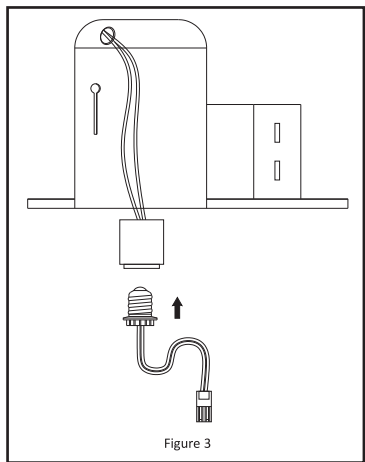

Figure 3
- Débranchez la fiche orange de l'adaptateur de culot Edison du luminaire et installez le culot Edison dans la douille. **Reportez-vous à la Figure 3.**